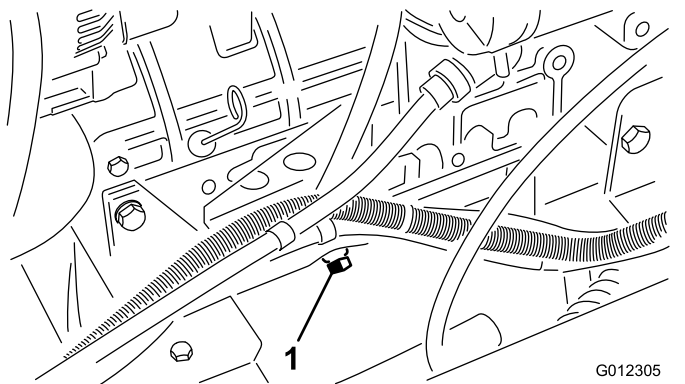

Figura 38
1. Togliete il tappo di spurgo (Figura 38) e lasciate defluire l'olio in una bacinella.